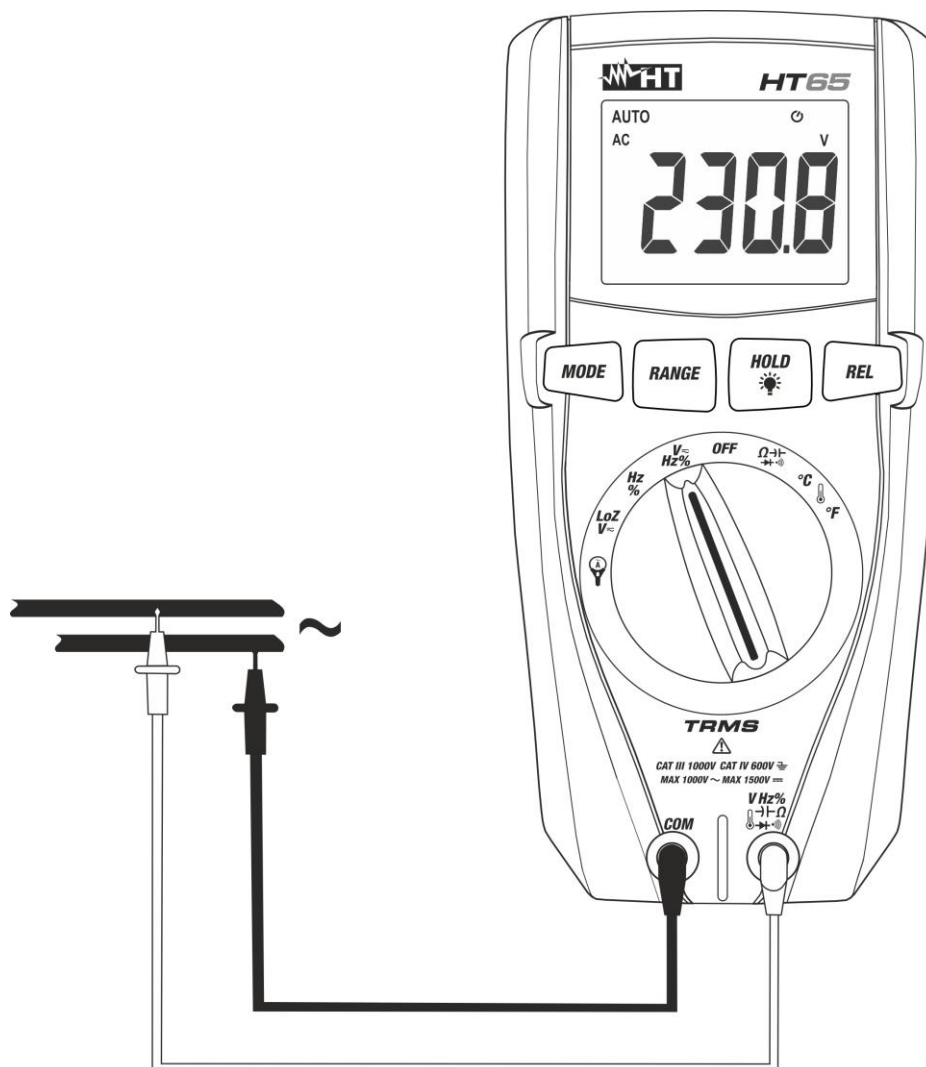

Fig. 3: Uso dello strumento per misura di Tensione AC
3. Posizionare il puntale rosso ed il puntale nero rispettivamente nei punti del circuito in esame (vedere Fig. 3). Il valore della tensione è mostrato a display